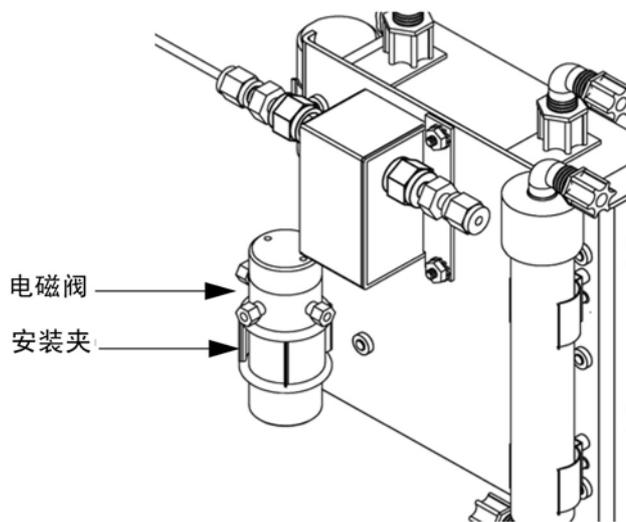

图 7-13 更换电磁阀
**更换电磁阀** 使用下述程序更换电磁阀（图 7-13）。